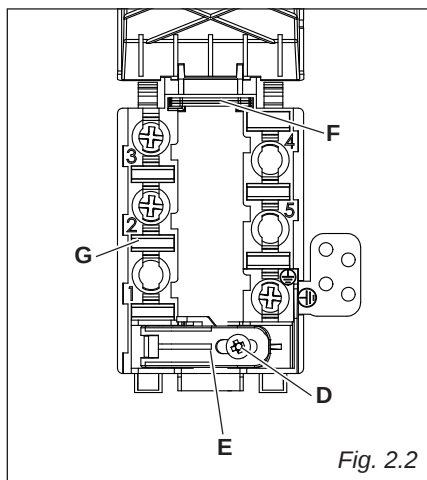

Fig. 2.2
- Dévisser la vis "D". Dévisser la vis "E" (fig. 2.2).